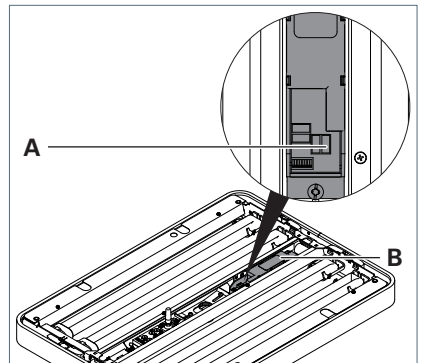

Fig. 8: Schnittstelle für dimmbare Leuchten und Leuchten mit HFMD-Sensor.
- Bei Leuchten mit **HFMD-Sensor**: Schließen Sie das andere Ende der Verbindungsleitung an der Schnittstelle **A** „R/TxD0“ an der Leuchtensteuerung **B** im Leuchtenkopf an, siehe Fig. 8.
- Bei **dimmbaren** Leuchten: Schließen Sie das andere Ende der Verbindungsleitung an der Schnittstelle **A** „R/TxD0“ an der Leuchtensteuerung **B** im Leuchtenkopf an, siehe Fig. 8.